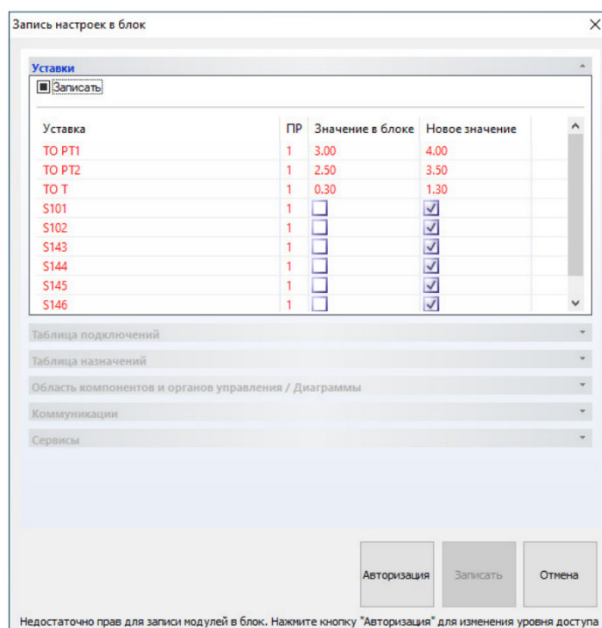

Рисунок 46
4.12.5.2.2 Для записи настроек в блок нужно установить флажок "Записать", и нажать кнопку «Авторизация» (рисунок 46).